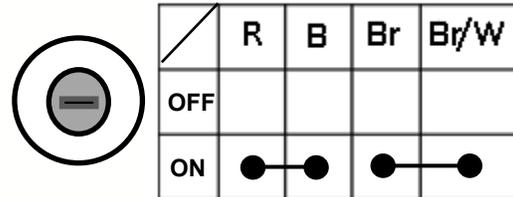

Fig.7.41
- Si no hay continuidad, corrija o cambie el Interruptor de encendido. Fig.7.41